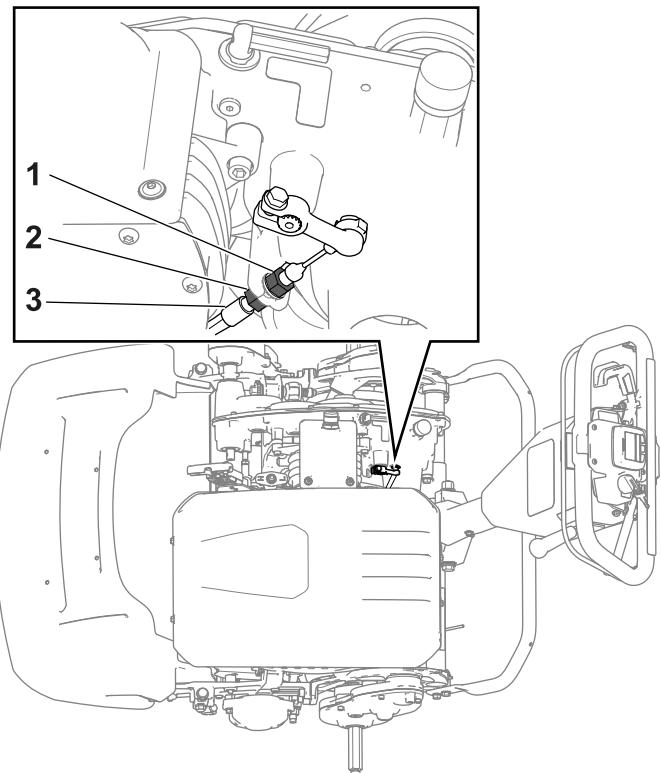

Figura 39
- Para aumentar la tensión del cable, afloje la contratuerca del cable delantero y apriete la contratuerca trasera (Figura 39). Repita el paso 2 y ajuste la tensión si es necesario.
contratuerca del cable delantero (Figura 39). Repita el paso 2 y ajuste la tensión si es necesario.